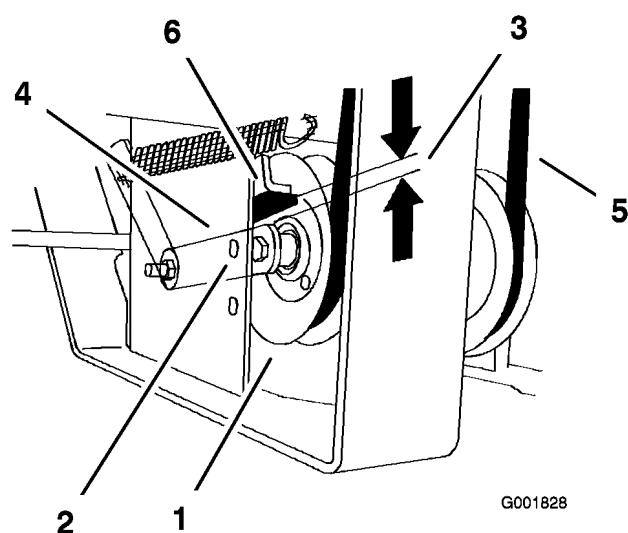

Figure 57
9. Contrôlez la distance entre la butée en caoutchouc et le bras de la poulie de tension à ressort quand la plaque de la poulie est tendue. On doit obtenir une distance de 0 à 6 mm (0 à 1/4 po) à partir de la butée (Figure 57).